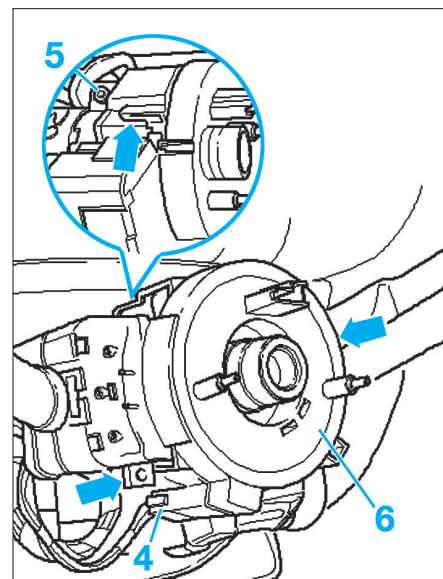

Fig. 5
- Débrancher le connecteur électrique (4) (Fig.5).
- Desserrer la vis (5) de fixation du collier de serrage du bloc commande (5) sur la colonne de direction.
- Déposer le bloc commande (6).